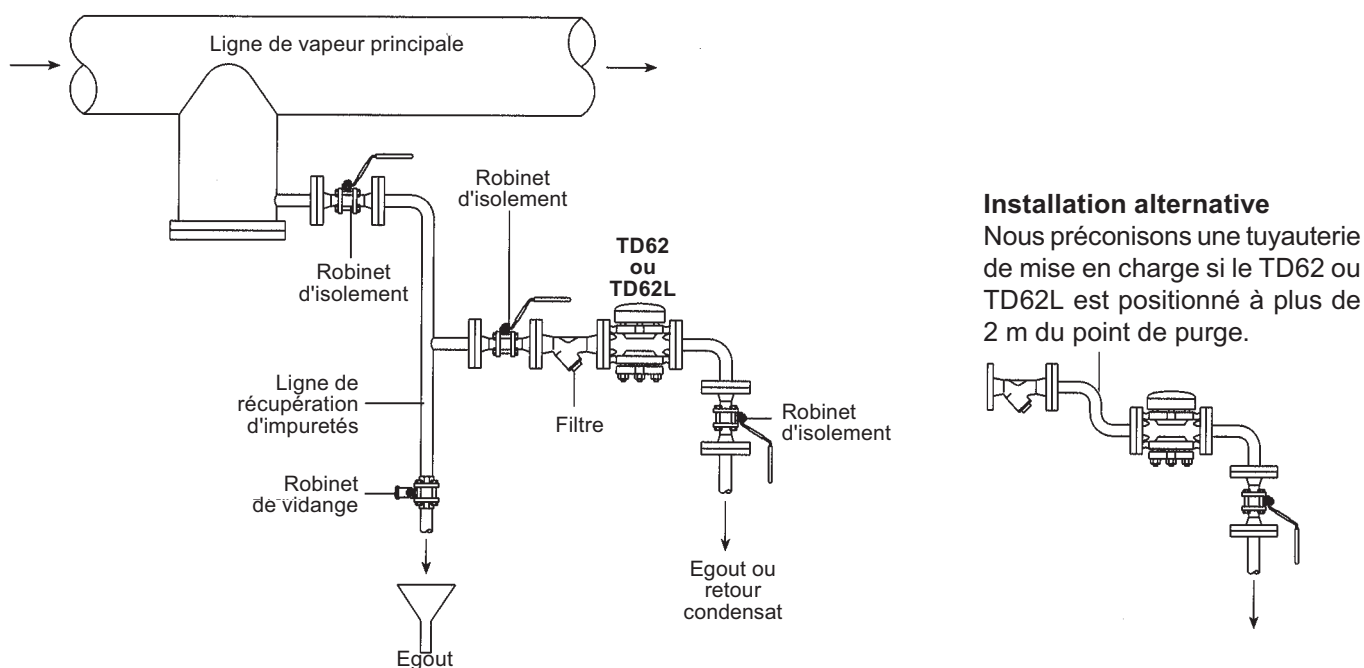

Fig. 3 - Installation typique
3.4 Le purgeur doit être monté de préférence sur une tuyauterie horizontale avec le capot isolant à la partie supérieure (Fig. 3). Le purgeur peut fonctionner dans n'importe quelle autre position, mais cela affectera sa durée de vie.